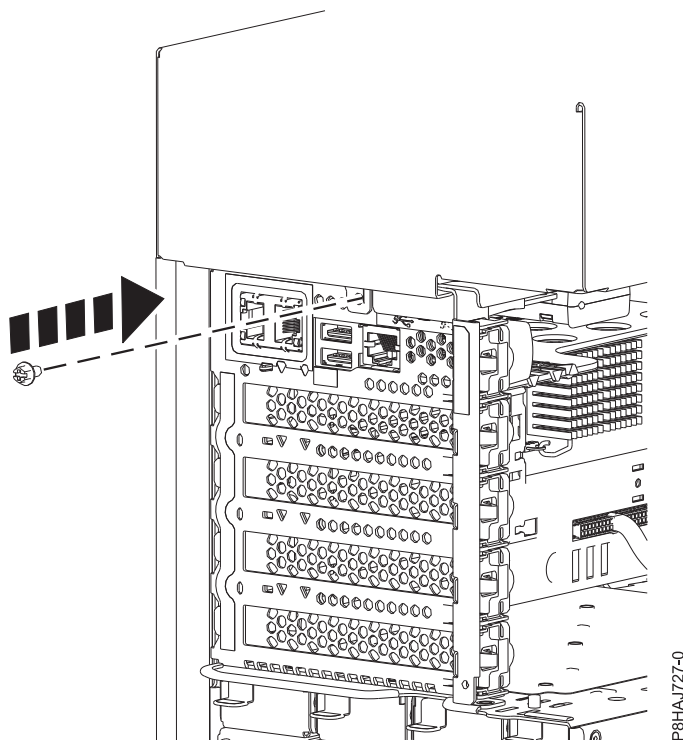

Abbildung 21. Schraube der Seitenabdeckung bei einem Standalone-System vom Typ 8286-41A anbringen
5. Bringen Sie die hintere Schraube der Seitenabdeckung mit einem Kreuzschlitz-Schraubendreher an (siehe Abb. 21 auf Seite 40).